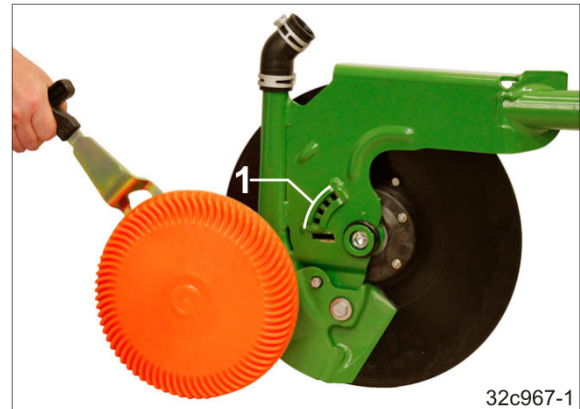

Bild 180
1. Vrid bort handtaget över spärren (Bild 180/1) och dra bort plastskivan från plogbillen.